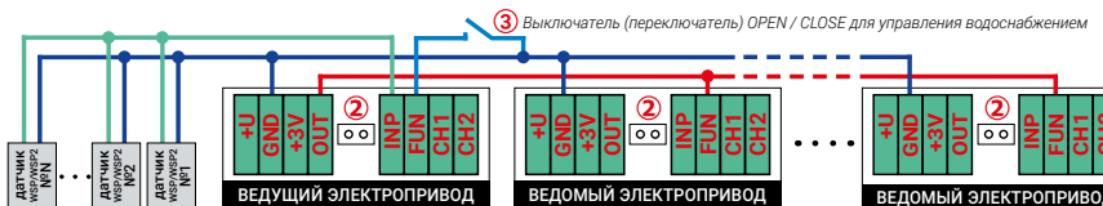

Рис. 1. Объединение в систему нескольких шаровых электроприводов из серий GIDROLOCK WINNER
В определённых случаях может возникнуть необходимость подключить к шаровому электроприводу GIDROLÖCK WINNER другие электроприводы серии GIDROLOCK WINNER. Например, если в системе водоснабжения предусмотрено перекрывать холодную и горячую воду, то для решения такой задачи потребуется два и более устройства: один ведущий шаровой электропривод GIDROLOCK WINNER и несколько шаровых электроприводов GIDROLOCK WINNER в качестве ведомых (рис. 1).
ВНИМАНИЕ! При подключении электроприводов серии GIDROLOCK WINNER по схеме **ведущий – ведомые** убедитесь в отсутствии установленных джамперов (2) во всех соединяемых электроприводах серии GIDROLOCK WINNER (рис. 1 и фото 6).
При объединении в систему нескольких электроприводов серии GIDROLOCK WINNER выключатель (переключатель) с фиксацией положения (фото 22-24) для дистанционного управления водоснабжением подключается к клемме FUN только ведущего шарового электропривода (3, рис.1).